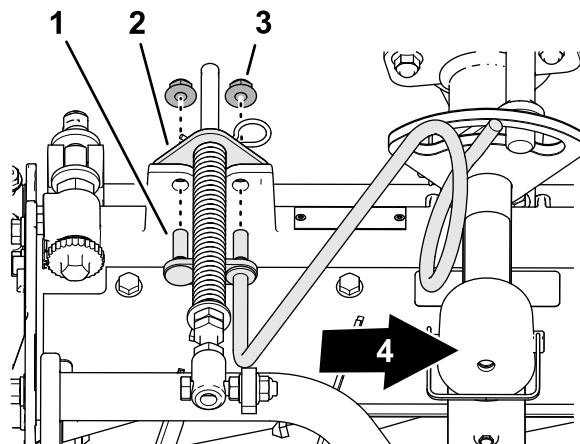

Figura 15
3. Alinee los espárragos de la guía de mangueras derecha con los orificios del bastidor de la unidad de corte y del soporte del muelle de compensación (Figura 15).